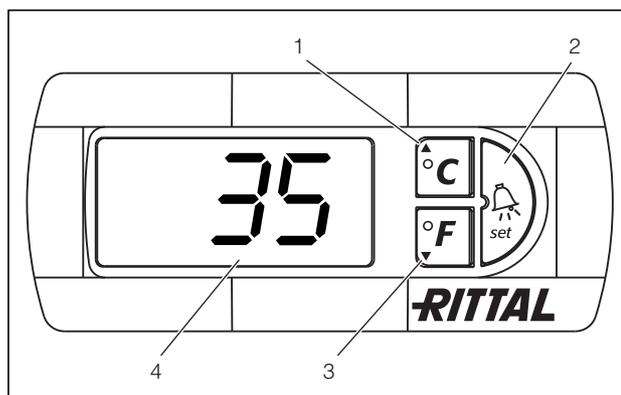

Рис. 8: Комфортный контроллер
Агрегат работает автоматически, т. е. после включения электропитания начинает непрерывно работать вентилятор испарителя (рис. 1, страница 5), создавая постоянную циркуляцию воздуха внутри шкафа. Вентиляторы компрессора и конденсатора управляются комфортным контроллером. Комфортный контроллер имеет 7-сегментный индикатор. На нем после включения питания сначала в течение ок. 2 секунд отображается версия программного обеспечения, затем – у агрегатов CS Outdoor – в течение 2 сек. номер версии. В нормальном режиме работы дисплей отображает температуру (в градусах Цельсия или градусах Фаренгейта) и сообщения об ошибках. Актуальная температура внутри шкафа обычно отображается на дисплее непрерывно. Сообщения об ошибках отображаются поочередно с актуальной температурой. Программирование агрегата производится кнопками 1 – 3 (рис. 8, страница 12). Параметры программирования также отображаются на дисплее.
- Нажмите одновременно кнопки 1 и 2 (рис. 8, страница 12) и удерживайте минимум 5 сек.
Кнопки 1, 2 и 3 (рис. 8, страница 12) позволяют изменять 24 параметра в заданных диапазонах (мин. значение, макс. значение).